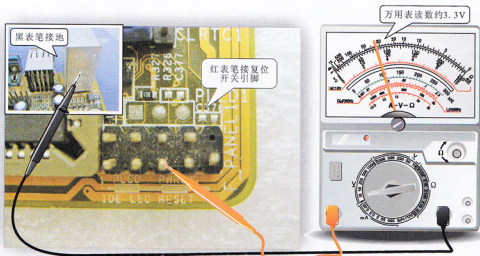

图12-12 检测复位开关针脚
(1) 根据检测流程, 可首先检测复位开关针脚。主板进行通电开机后, 将万用表量程选择“ $\times 10V$ ”挡, 红表笔连接复位开关未接地的一端, 黑表笔连接接地端, 检测方法如图12-12所示。检测后发现万用表显示读数为3.3V, 正常。